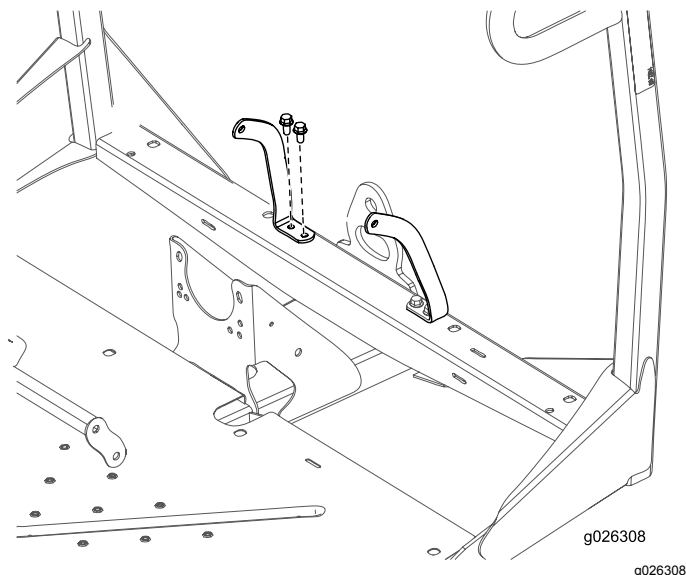

Figura 9
5. Sujete los anclajes de los cinturones de seguridad derecho e izquierdo al bastidor delantero con 4 pernos (3/8" x 3/4") y 4 tuercas (3/8"), según se muestra en la Figura 9.